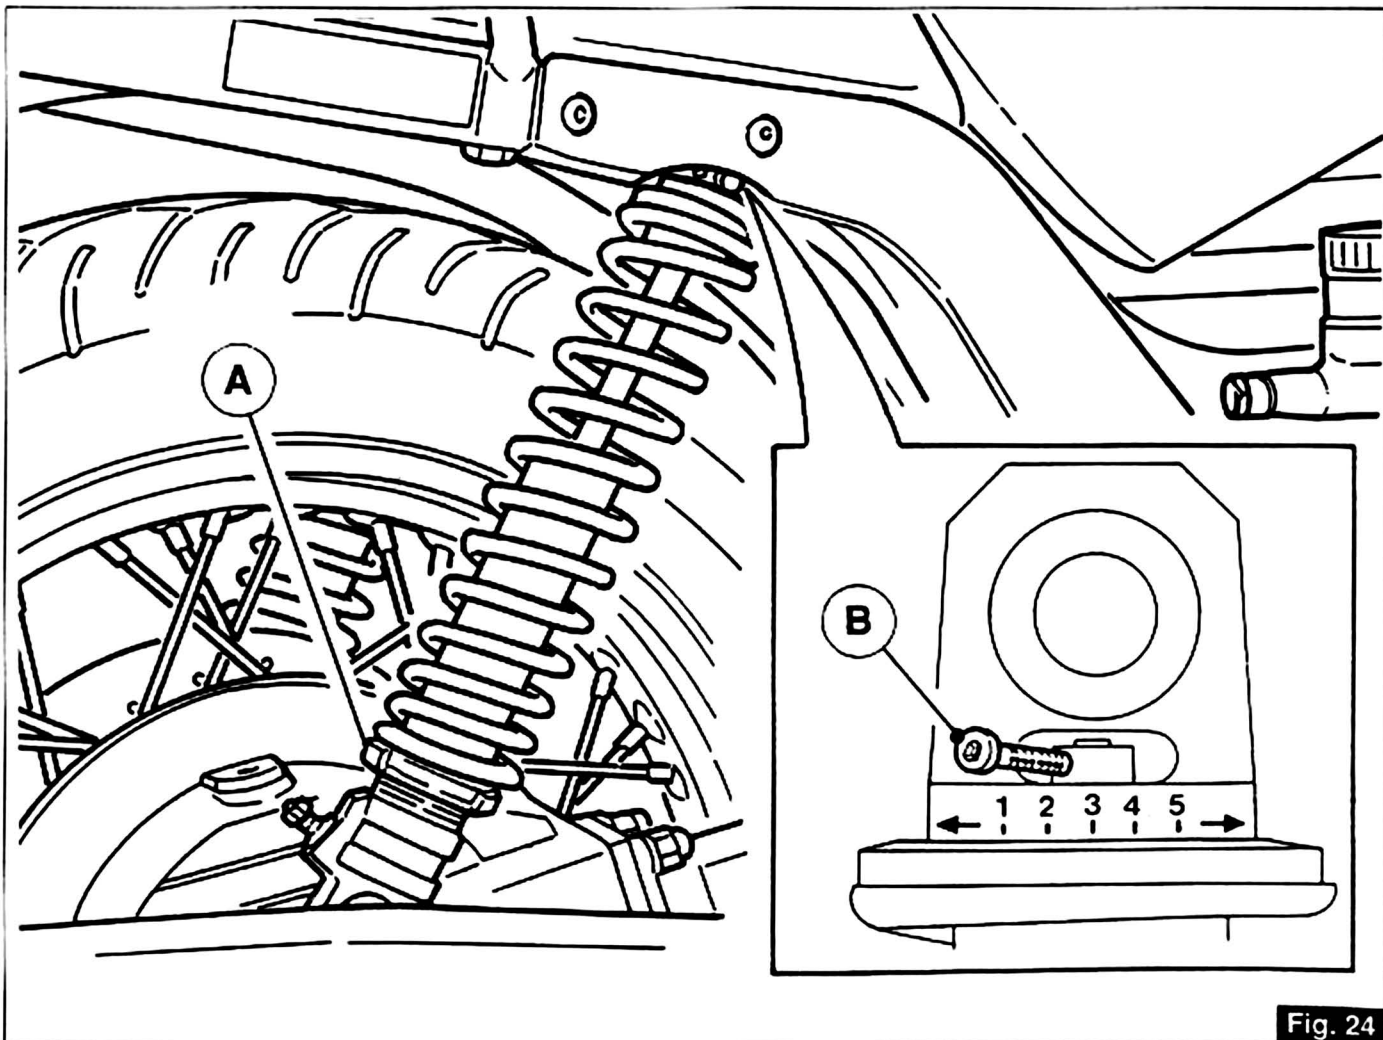

Fig. 24
**Registrazione ammortizzatore posteriore** (fig. 24)
**Adjusting the rear shock absorbers** (fig. 24)